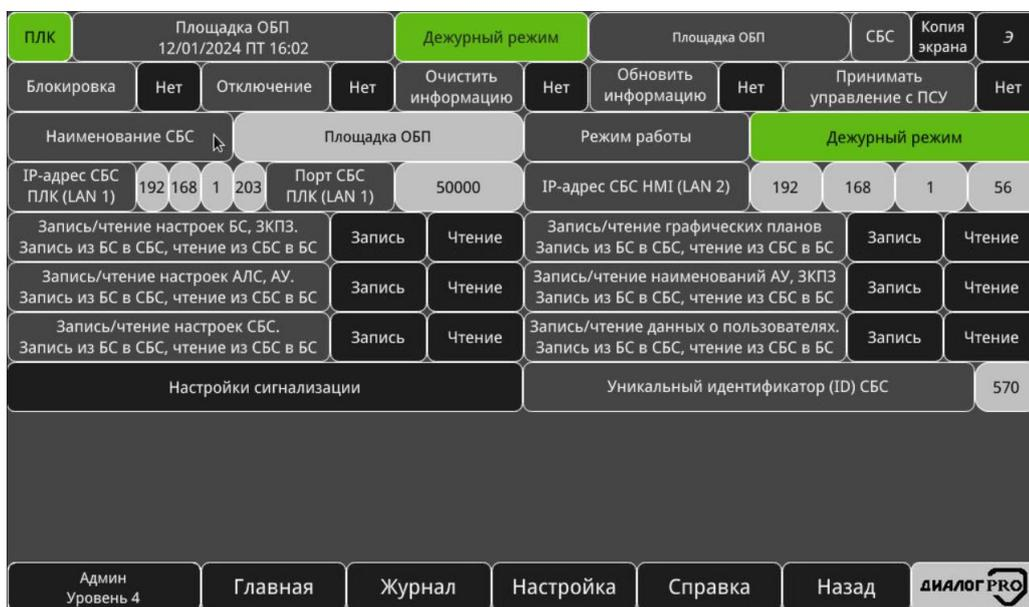

Рисунок 3.86 – Окно СБС «Площадка ОБП»
- «Наименование СБС» – кнопка-индикатор, при нажатии на которую будет отображено окно СБС (рисунок 3.86), цветом отображает текущий режим работы СБС и наименование СБС;
- «Режим работы СБС» – кнопка-индикатор, при нажатии на которую будет отображено окно СБС (рисунок 3.86), цветом и надписью отображает текущий режим работы СБС.